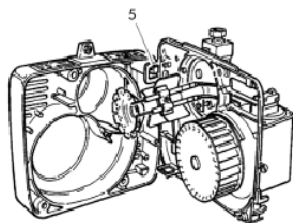

fig.3
- Установите пластину держателя узлов в рабочее положение **5** и проведите техническое обслуживание насадки сгорания (рис. 3).